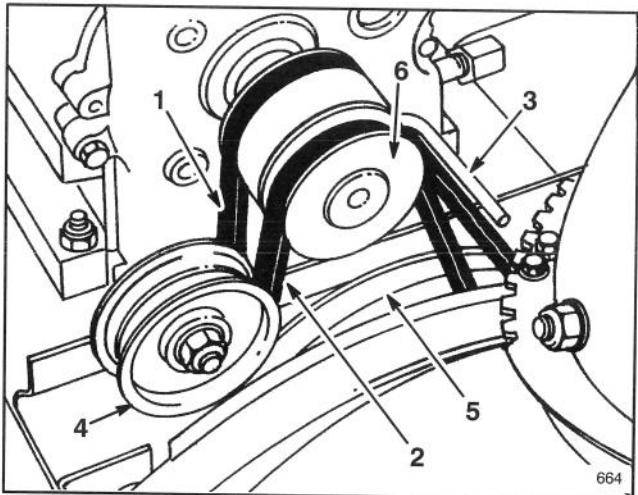

Figure 25
2. Vis (2)
3. Retirez la courroie d'entraînement de la tarière/roue hélice de la poulie du moteur et de la grande poulie de la tarière/roue hélice (Fig. 25).
4. Passez la courroie neuve autour de la grande poulie de tarière/rotor (Fig. 25). Passez ensuite la courroie sur la poulie du moteur en vous assurant que la courroie soit à l'intérieur de la poulie de renvoi et du guide de courroie en fil métallique (Fig. 25).
6. Reposez la garde de la courroie à l'aide des (2) vis.
4. Retirez la courroie d'entraînement de la tarière/roue hélice de la poulie du moteur et de la grande poulie de la tarière/roue hélice (Fig. 25).
8. Remettez la déneigeuse en position normale et enlevez la courroie de commande de traction de la poulie du moteur et de la grande poulie de traction (Fig. 25).
9. Passez la courroie neuve autour de la grande poulie de commande de traction. Ensuite, engagez la courroie sur la poulie du moteur en vous assurant qu'elle se trouve bien à l'intérieur du guide (Fig. 25).
13. Remplacez la courroie de la tarière/roue hélice sur la grande poulie et sur la poulie du moteur. Assurez-vous que la courroie soit bien passée à l'intérieur de la poulie de tension et du guide (Fig. 25).